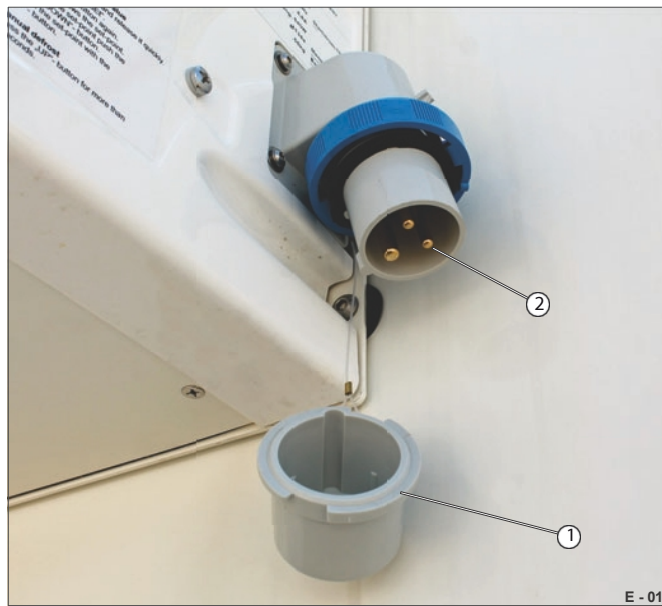

Fig. 12 Netttilkobling åpen
- Kontroller at kontaktene (fig. 12/2) ikke er skadet/våte - rengjør om nødvendig.
- Hetten (fig. 12/1) henger godt på plass.